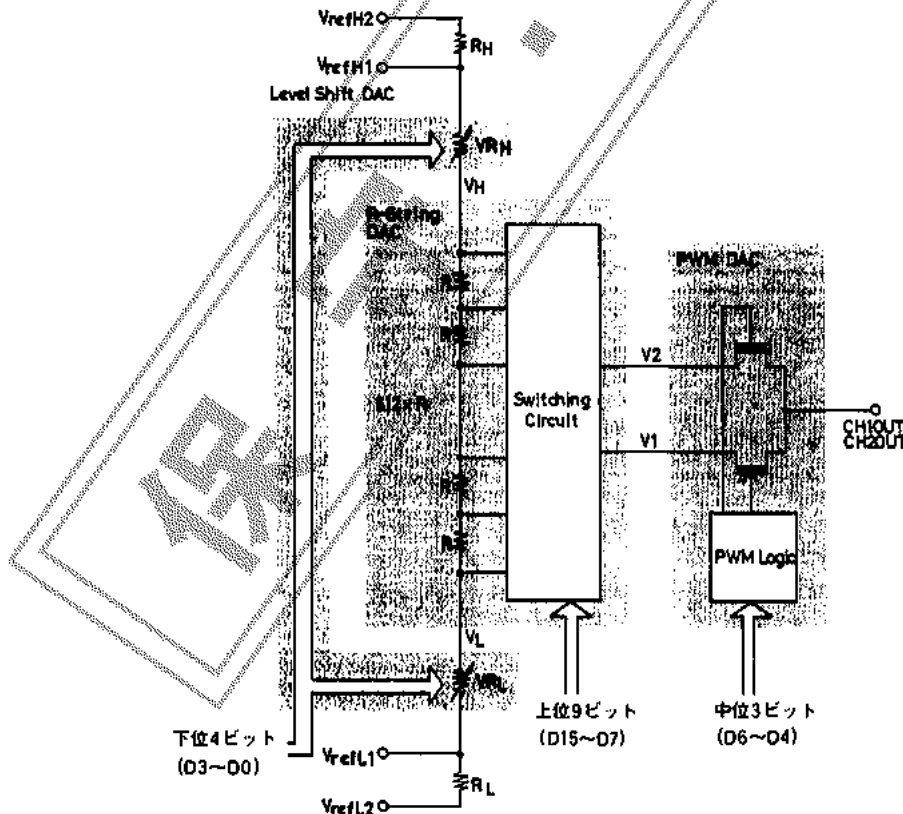

図1 LC7881のD/A変換方式
(2) 変換動作 (図1参照)
(3)Vref端子 (図1参照)
LC7881に内蔵されている抵抗RH, RL(図1参照)の効果で最大出力振幅は、およそ2V_{p-p}に絞られる。